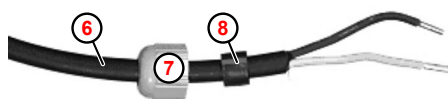

Fig. 9: Cavo trasformatore
- ⑥ Cavo trasformatore
- ⑦ Pressacavo
- ⑧ Guarnizione
4. ➤ Fare passare il cavo del trasformatore(Fig. 9 , ⑥) attraverso il pressacavo ⑦ .
5. ➤ Controllare l'alloggiamento corretto della guarnizione ⑧ .